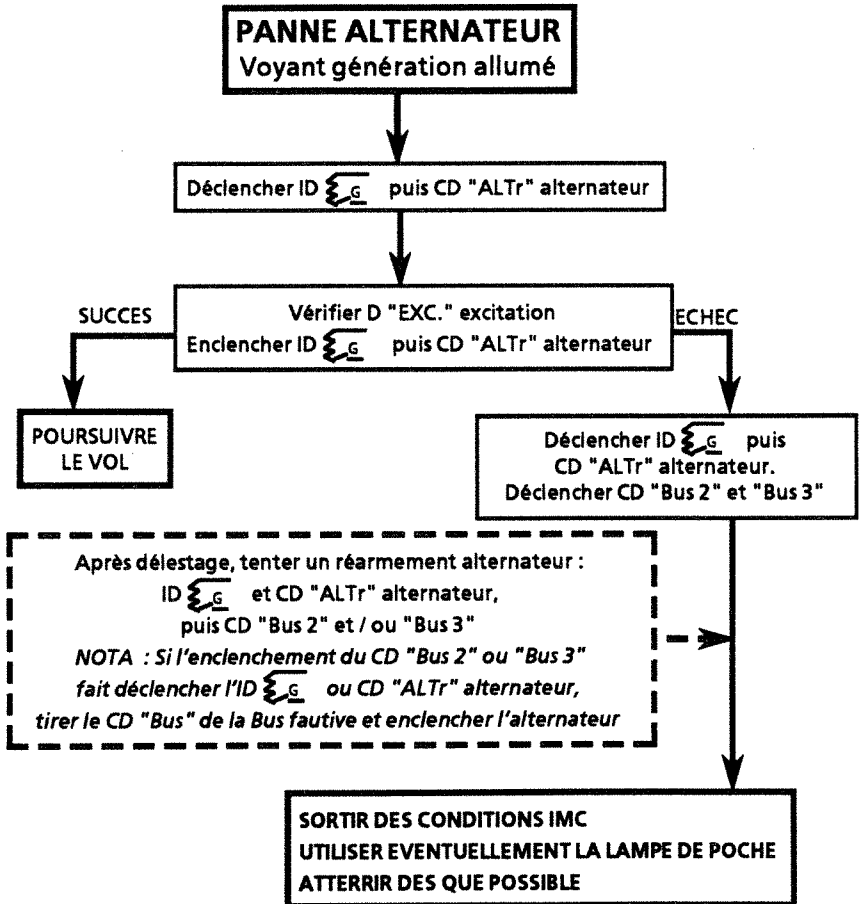

Figure 3.1 - ORGANIGRAMME PANNE ALTERNATEUR
(Voir Figure 3.1)
**PANNE D'ALTERNATEUR (Voir Figure 3.1)**